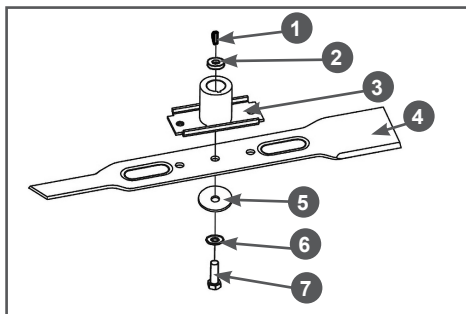

Рис. 28 Установка ножа
2. С помощью соответствующего инструмента открутите болт 7 крепления ножа и снимите нож (Рис. 28).
3. Снимите с вала двигателя адаптер 3 ножа и втулку 2 адаптера (Рис. 28).
4. Убедитесь в том, что шпонка 1 адаптера на месте и не имеет повреждений (Рис. 28). Во избежание утери шпонки во время заточки ножа или других работ по обслуживанию газонокосилки извлеките шпонку из шпоночного паза и уберите в надёжное место.
7. Установите все детали на место в порядке, обратном снятию. Схема установки показана на Рис. 28.
8. Зафиксируйте нож от проворачивания и надёжно затяните болт 7 крепления ножа (Рис. 28).